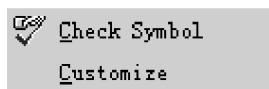

图 2-40 Tools 命令的下拉菜单
(7) Tools: 提供检查符号和自定义等操作,其下拉菜单如图 2-40 所示。